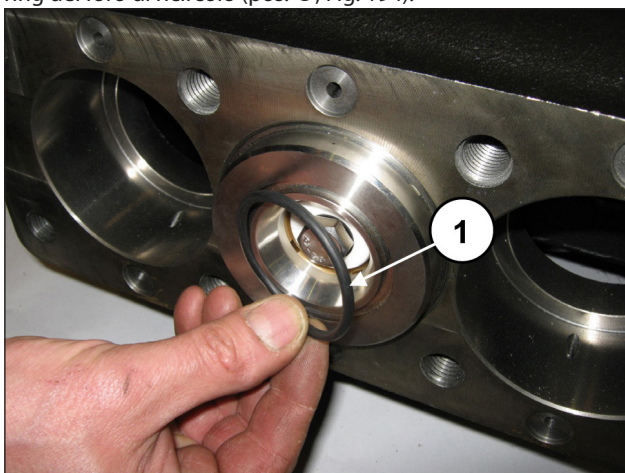
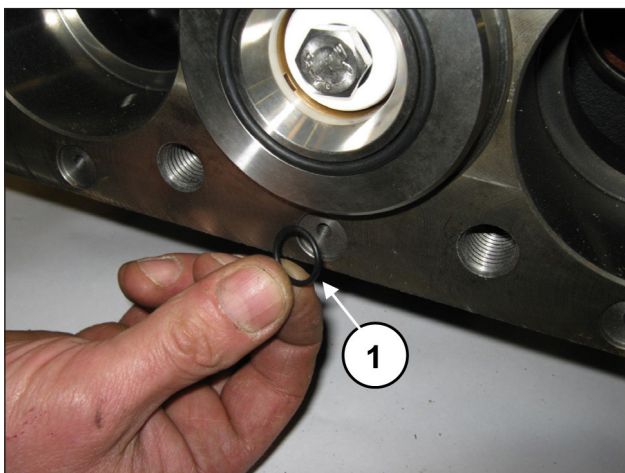

Fig. 193
Fig. 194
Montare l'O-ring frontale della camicia (pos. ①, Fig. 193) e l'O-ring del foro di ricircolo (pos. ①, Fig. 194).